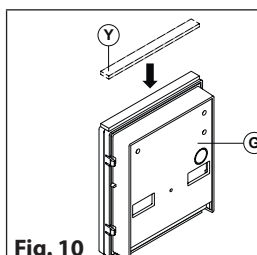

Fig. 10
Appliquez le joint adhésif (Y) comme indiqué dans **Fig. 10**.